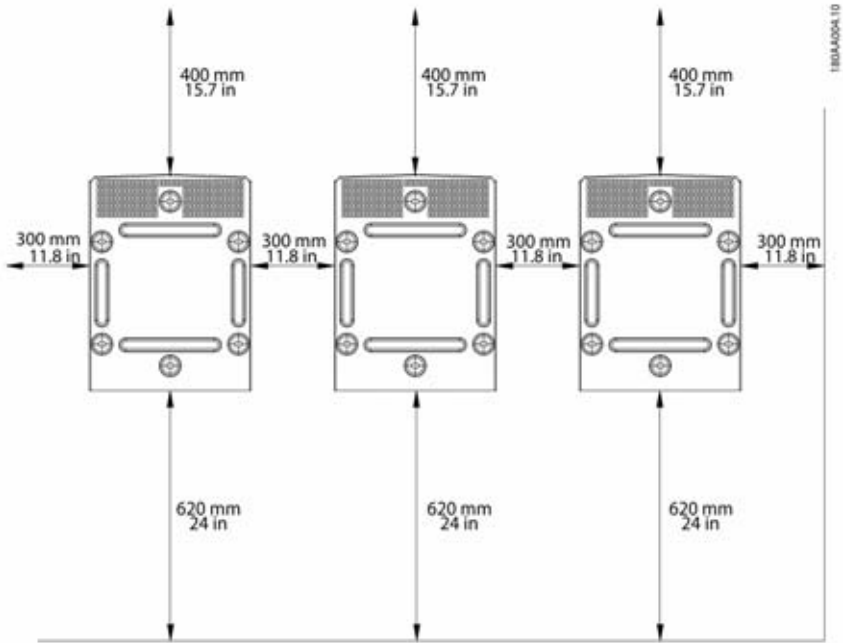

Abbildung 2.8 Sicherheitsabstände
- Bei der Installation eines oder mehrerer Wechselrichter die Sicherheitsabstände einhalten, um eine ausreichende Luftströmung sicherzustellen. Die Abstände sind in Abbildung 2.8 und auf dem Schild der Befestigungsplatte angegeben.